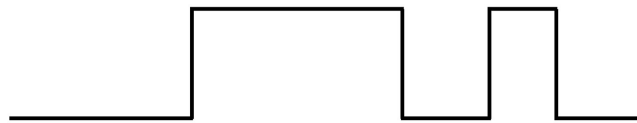

Bild 1: Bilden visar en klockpuls med störningen i mitten. Vi vet fortfarande inte var störningen kom ifrån.
1. Oscillatorn på sensormodulen fick ett konstigt hål i sig, se Bild 1. Detta var ett problem under en längre tid, vilket kan ha varit orsaken till att sensormodulen hade problem med implementationen av SPI och TWI.